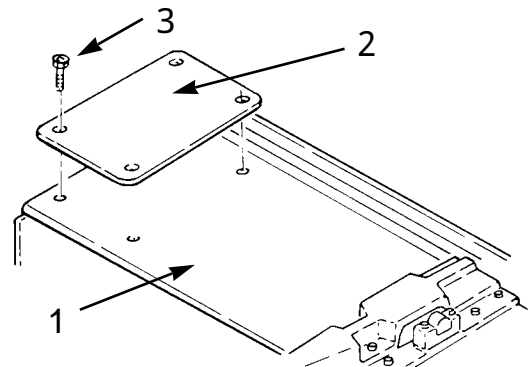

図 2
3. No.2とNo.3のユニットのカバー・キャップスクリュー（各ユニットで4本：駆動ハウジングの外側端部にある）を外して捨てる。左前ユニット（No.2）と右前ユニット（No.3）にチッパー・プレートを取り付ける（チッパー・プレートに付属している平頭ソケットネジとロックナットを使用；図2）。
5. No.4とNo.5 ユニットの外側端部についているカバー・キャップスクリュー（各4本）を外して捨てる。No.4とNo.5 ユニットでは、昇降アームへの取り付けが終わってからチッパーアーム（図2）を取り付ける。